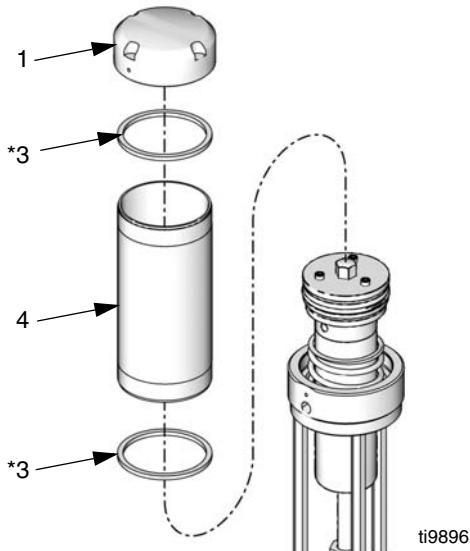

Рис.10
- 1 Снять крышку (1), цилиндр (4), и квадратные сальники (\*3). Рис.10 Проверить все узлы установки, включая пружину под крышкой (не показана), на повреждения и, если надо, заменить их. См.Рис.10. Отвинчивание производить вручную или с помощью цепного ключа во избежание деформации цилиндра.